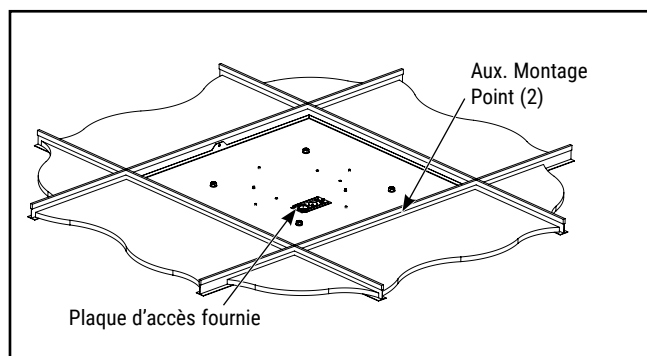

Figure 3.
3. Assurez-vous que l'alimentation électrique n'est PAS sous tension, puis effectuez les connexions d'alimentation dans la plaque d'accès fourni dans la plaque de montage au plafond sur le dessus du luminaire. (Voir la Figure 3)
4. Des points de montage auxiliaires supplémentaires sont à condition de. Chaînes, câbles, fils rigides, etc., peut être utilisé pour la structure de soutien au-dessus du luminaire. (Voir la Figure 3)